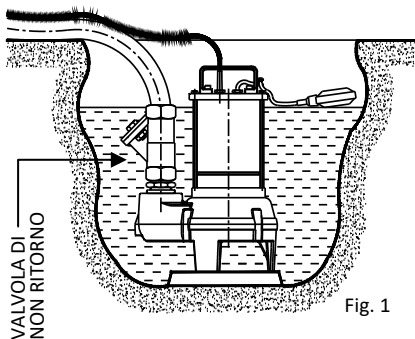

Fig. 1
- Se il fondo del pozzo o comunque la superficie su cui appoggia la pompa è irregolare e c'è la possibilità che si accumulino sassolini, detriti, fanghiglia, ecc. Intervenire creando una base di appoggio regolare e rialzata (Fig 1).
- Per evitare il reflusso del liquido dal collettore di scarico installare dopo la mandata della pompa una valvola di non ritorno (Fig. 1).